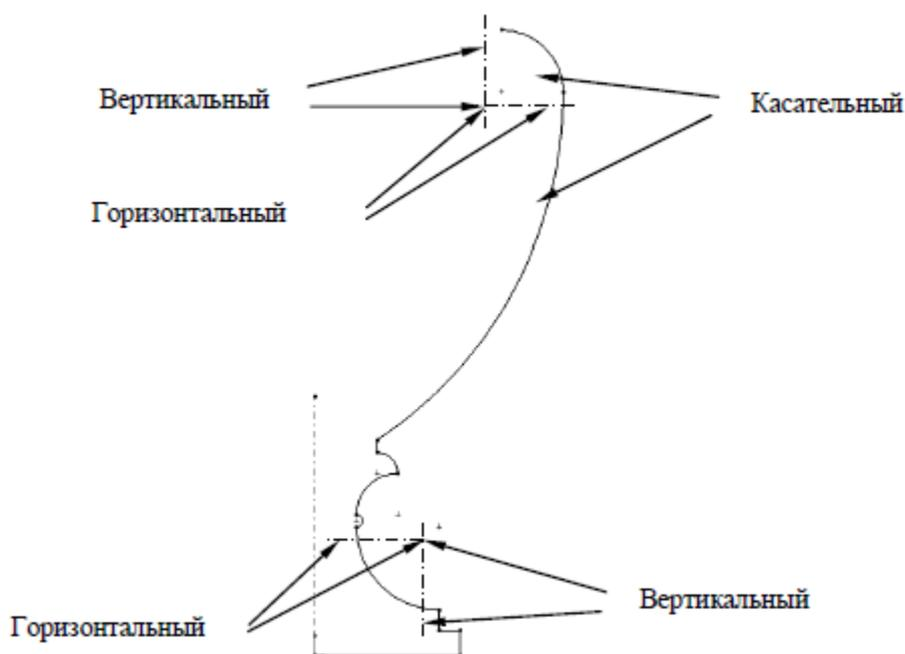

Рис. 6. Установление взаимосвязей.
9. Для элементов дуги, образующие четверть окружности, устанавливать между соответствующими точками взаимосвязи “Вертикальный” и “Горизонтальный”, как указано на рис. 6.